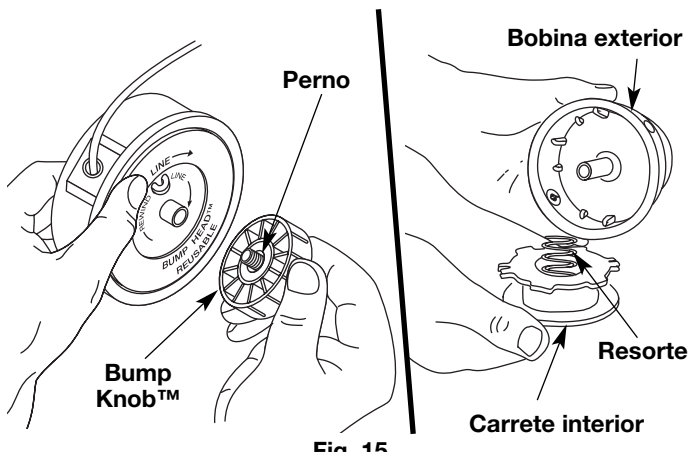

Fig. 15
1. Sostenga la bobina exterior con una mano y desenrosque la Bump Knob™ en sentido antihorario (Fig. 15). Inspeccione el perno de adentro de la perilla percusiva para verificar que se mueva con libertad. Cambie la perilla percusiva si está dañada.
2. Saque el carrete interior de la bobina exterior (Fig. 15).
3. Saque el resorte del carrete interior (Fig. 15).
1. Sostenga la bobina exterior con una mano y desenrosque la perilla percusiva en sentido antihorario (Fig. 15). Inspeccione el perno dentro del botón de tope para verificar que se mueva con libertad. Cambie el botón de tope si está dañado.